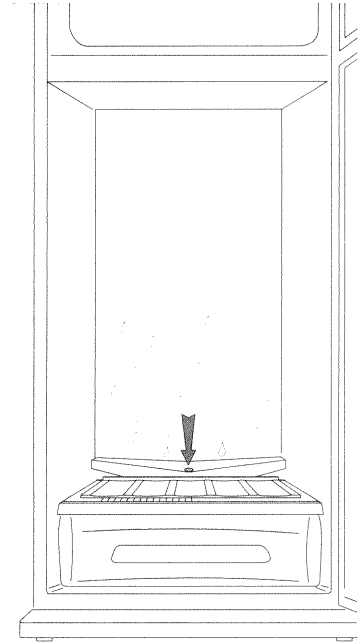

fig. 2
- Le dégivrage de ce compartiment est automatique, néanmoins, nous vous recommandons de veiller régulièrement à la propreté de l'orifice d'écoulement des eaux de dégivrage situé dans le fond de cuve, au dessus du bac à légumes (fig. 2).